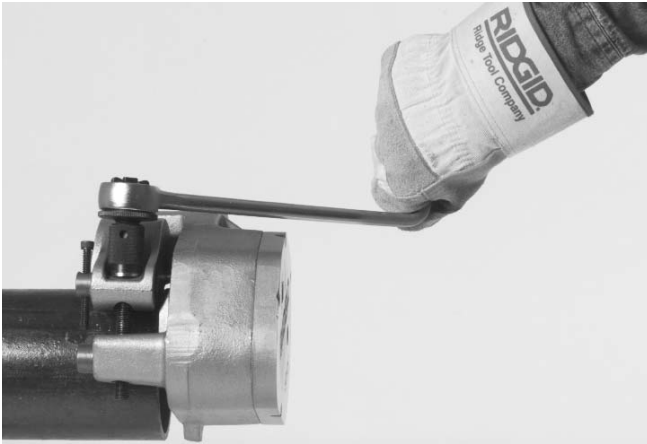

Figura 5 – Trinquete colocado en el tornillo de alimentación
- Meta el trinquete en el tornillo de alimentación (Figura 5).